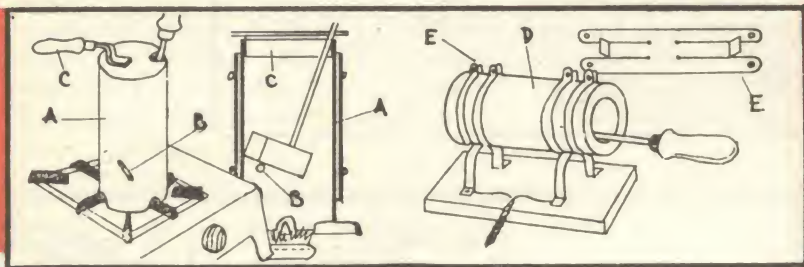

Fig. 8
re medio ribattendo una sua estremità. I tagli (J) saranno ripiegati orizzontalmente e serviranno di appoggio ad una griglia circolare (H). Questa può venire ritagliata a strisce da un pezzo di metallo e disposta a piccole maglie. Una di queste aperture servirà ad introdurre l'estremità di un soffiETTO a mano o di un sistema di soffiatura qualunque. Il rendimento di questa marmitta verrà accresciuto se la completerete con un coperchio in lamiera la cui circonferenza sarà provvista di alcuni intagli per il passaggio dei manici del ferro. Lo stesso principio può essere adattato ad un fornello a gas di cucina (fig. 8). Anche qui la marmitta è composta da un cilindro verticale in lamiera, le cui dimensioni corrispondono al ferro utilizzato. Ad un quarto dell'altezza verrà forato da una barra metallica orizzontale (B) che servirà d'appoggio alla penna del ferro. La superficie esterna del cilindro sarà isolata in amianto il quale sarà avvolto in qualche spira di rame (A). Infine, un coperchio con manico isolante verrà tagliato per permettere il passaggio della barra (C). In questo modo si assicurerà la stabi-
Per chi non dispone né di gas di città, né di gas butano, diamo alla fig. 8 la descrizione di un piccolo fornello elettrico per il riscaldamento dei ferri comuni. Anzitutto determinate la lunghezza del filo di resistenza corrispondente, per il voltaggio impiegato, ed una potenza compresa tra 400 e 700 W. Costruite a parte un cilindro in lamiera con un solo fondo del diametro di 8 cm. e di 15 cm.